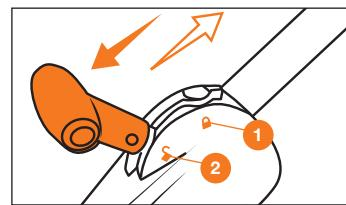

Рис. 11
Для повышения маневренности и проведения работ на сложном рельфе вокруг кустарников, деревьев или вдоль дорожек переведите рычаг в положение «ОТКРЫТО» ② (Рис. 11).